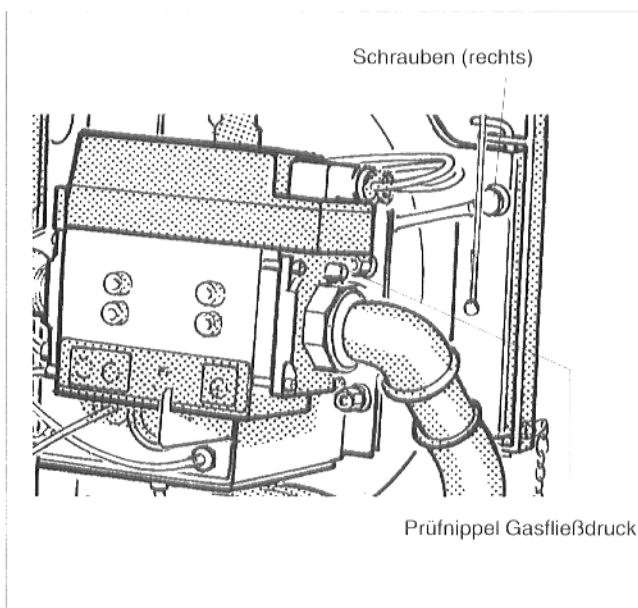

Abb.10: Brennergröße 65–110 kW
- Gewindestift im Prüfnippel der Gasbrennerarmatur lösen, U-Rohr-Manometer am Prüfnippel (Abb.10 und 10a) anschließen.